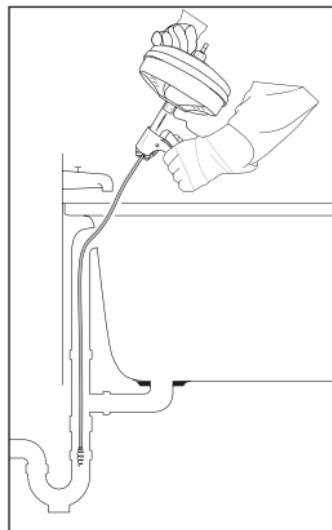

Abb. 2
- Gehen Sie bei Badewannen niemals mit der Spirale ⑧ durch den Abfluss. Dadurch wird die Spirale ⑧ beschädigt. Nehmen Sie stattdessen immer den Überlauf (siehe Abb. 2).